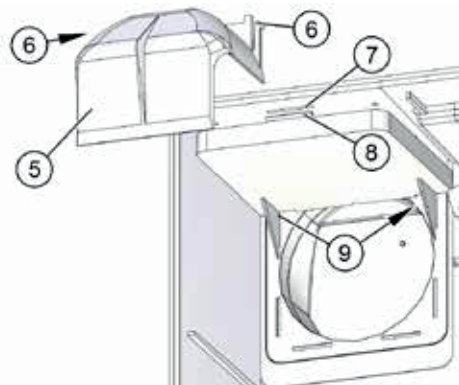

Abb. 27: Umbau von U nach U-H – Teil 2
- ◆ Beim Umbau von U auf U-H benötigen Sie zusätzlich das V-II Abweisteil (Pos. 5 in Abb. 27), Art.-Nr. 2506-00, das Sie gesondert bestellen müssen.
- Drehen Sie, wenn nötig, die Rückschlagklappe (Pos. 4 in Abb. 27) mit dem Klappen-träger in die korrekte Lage (siehe Abschnitte 8.3.2 und 8.3.3).
- Setzen Sie den Klappenträger mit dem Anschlussstutzen in die Öffnung an der Gehäuserückwand ein (siehe Abb. 27).
- Setzen Sie die Nase (Pos. 8 in Abb. 27) der Verschlussplatte in das Langloch (Pos. 7 in Abb. 27) des Gehäuses ein und rasten Sie die Verschlussplatte nach oben ein.
- Rasten Sie die Nasen (Pos. 6 in Abb. 27) des Abweisteils (Pos. 5 in Abb. 27) in die Aussparungen (Pos. 9 in Abb. 27) an der Verschlussplatte ein.